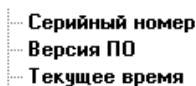

Рис. 5.31
- 1) с чтением имени пункта. Пункты **не поддерживают** редактирование имени в колонке «Имя», если **шрифт** имени пункта **жирный** (рис. 5.31);